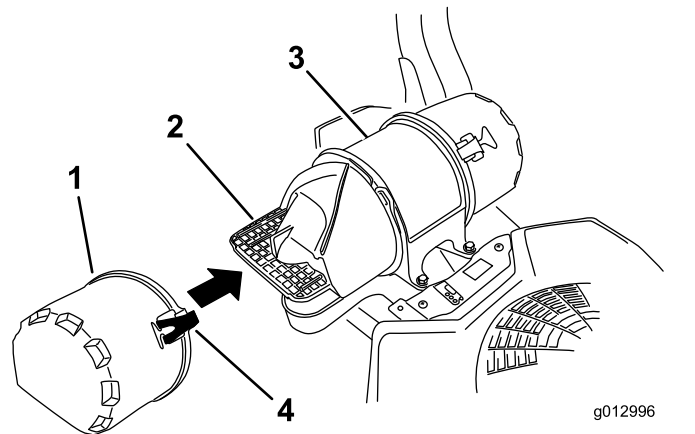

Figura 27
3. Liberte os trincos do filtro de ar e empurre a cobertura da admissão de ar para fora do corpo do filtro de ar (Figura 27).
5. Instale a cobertura da admissão e prenda-a com os trincos (Figura 27).
4. Coloque a cobertura do filtro de ar e fixe-a com os trincos (Figura 27).